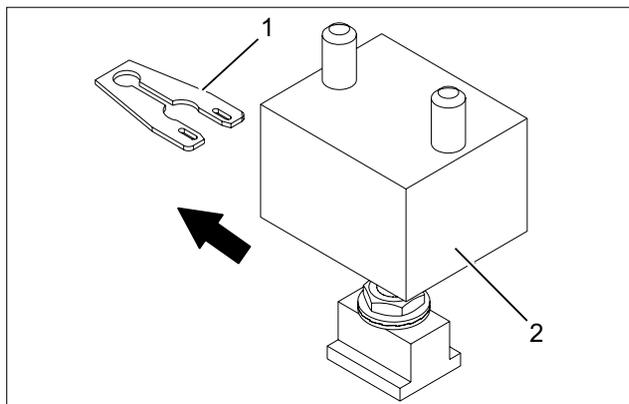

Abb. 14 Sicherungsblech entfernen
1. Sicherungsblech (Abb. 14/1) aus dem oberen Drehlager (Abb. 14/2) ziehen.